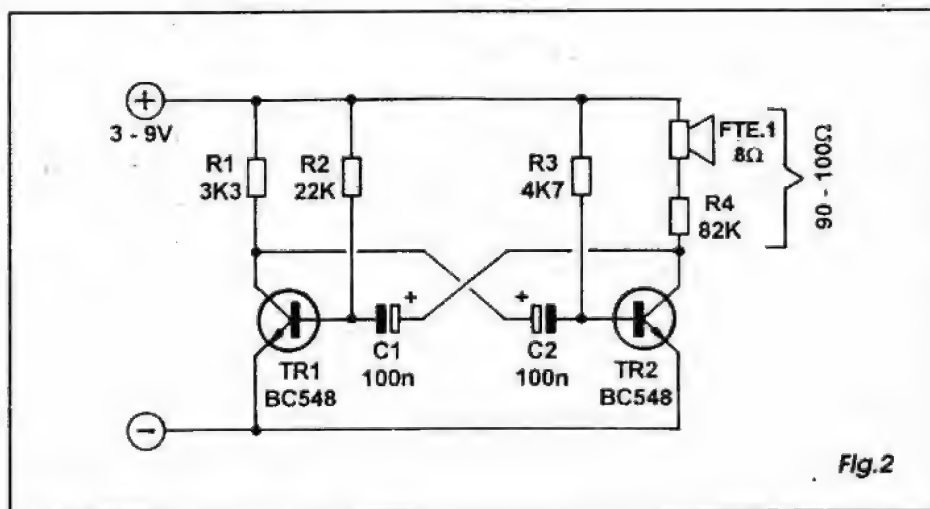

Fig. 2
- FIG. 2 - Um multivibrador astável, no qual dois amplificadores monotransistorizados encontram-se acoplados de forma cruzada, saída com entrada e entrada com saída, em ligação quase sempre simétrica... Trata-se de circuito fácil e prático para a geração de sons simples... No arranjo básico, mostrado no diagrama, é possível *mexer-se* amplamente: os valores de C1, C2, R2 e R3 determinam basicamente a frequência (bem como a simetria da forma de onda - retangular ou quadrada - gerada...). Notar que embora os valores indicados resultem em baixas capacitâncias para C1 e C2, nada impede que tais componentes mostrem altos valores, caso em que serão do tipo eletrolítico (por isso as marcações de polaridade, no esqueminha...). R2 e R3, além de comporem as redes RC de constante de tempo, executam ainda o papel de dimensionadores das correntes de polarização de base dos transístores, o que impede a modificação dos seus valores abaixo ou acima de determinados limites (com o que os transístores *saíam* do ponto ideal de funcionamento, por excesso ou insuficiência de polarização...). caso em que a oscilação até pode ser bloqueada...! A tensão de alimentação pode variar bastante, dependendo unicamente dos limites dos transístores utilizados (e da adequação dos valores resistivos...). Um pon-